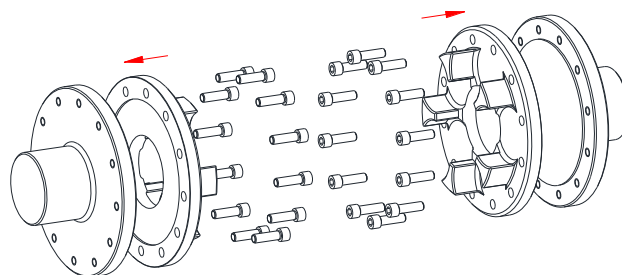
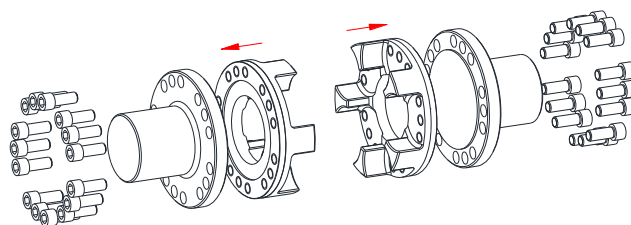

Fig. 24 : montage des flasques d'entraînement (type DF)
Fig. 25 : montage des flasques d'entraînement (type DFN)
- Positionner les flasques d'entraînement sur les flasques du moteur et du récepteur (voir Fig. 24 type DF et Fig. 25 type DFN).